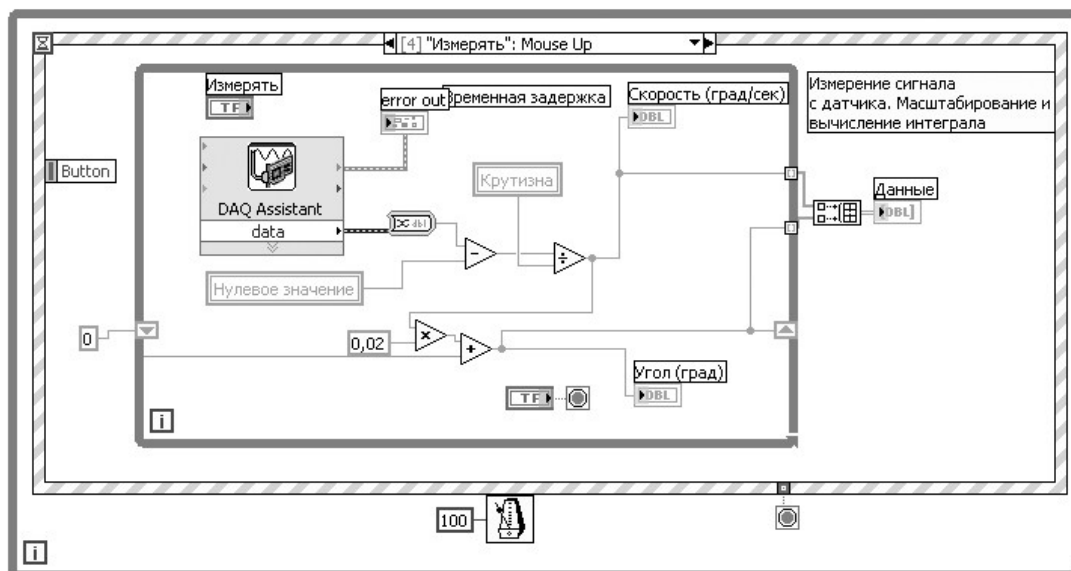

Рис. 1. Блок-диаграмма измерителя скорости
3. Разработать главную программу, обеспечивающую измерение угловой скорости и положения. Программа должна обеспечивать опрос датчика с привязкой к внешним событиям. В качестве генератора событий использовать счетчик платы сбора данных. Пример главной программы приведен на рис. 1, 2.